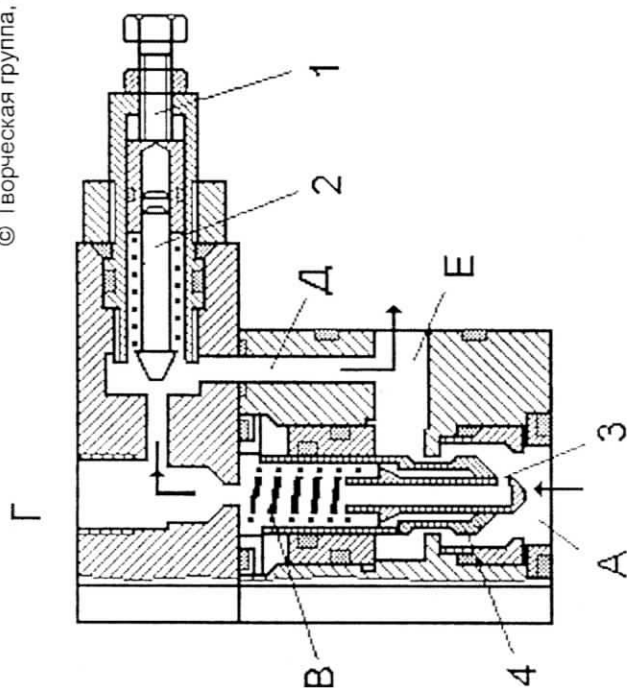

Рисунок 1.20 - Расположение элементов.
**Работа напорного гидроклапана в режиме «Перегрузка в основной гидросистеме» (рисунок 1.20).**
Заводом-изготовителем устанавливается максимальное давление в основной гидросистеме равное 12,5 МПа. Регулировка давления осуществляется с помощью болта 1 предохранительного клапана (рисунок 1.20), который запломбирован и доступ для регулировки давления разрешен для ограниченного круга специалистов.